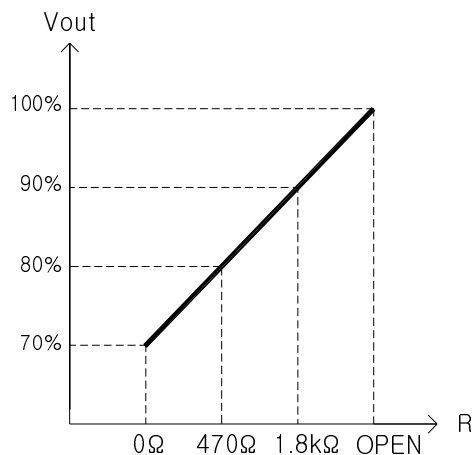

Fig. 7 외부저항(Typical)과 출력 전압
- o 출력 전압의 가변 범위는 외부의 저항값에 따라 Fig.7과 같이 정격 출력 전압의 70~100%(Typ.) 까지 가변이 가능합니다.